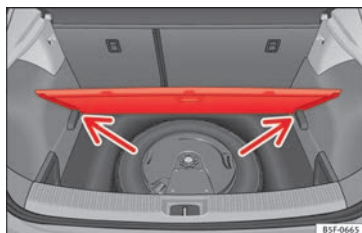

Fig. 181 Coffre à bagages : plancher modulable
- Appuyez le plancher contre les logements prévus à cet effet » fig. 181 (flèches).